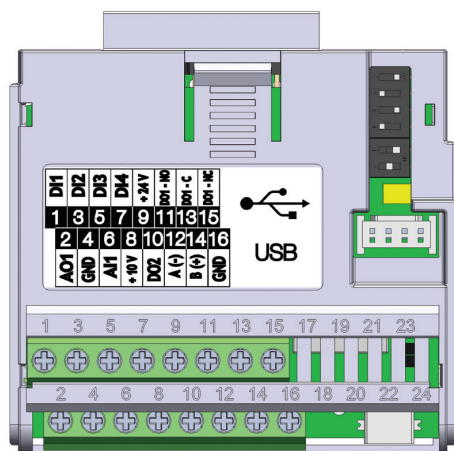

Figura 17.3: Módulo Plug-in CFW500-CUSB
El módulo plug-in CFW500-CUSB tiene la interfaz Serial (1) a través de la puerta RS-485 en los bornes 12(A-) y 14(B+), así como la interfaz Serial (2) a través de la puerta USB en el conector estándar mini USB (mini B), vea la Figura 17.3 en la página 17-1.